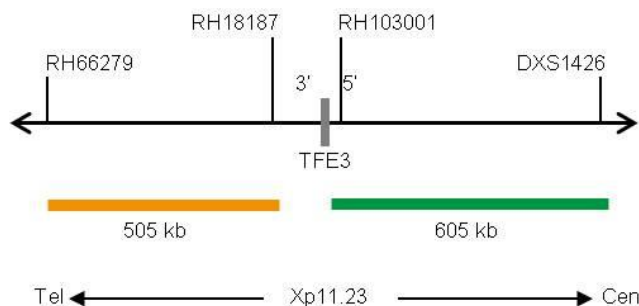

Fig. 1. SPEC TFE3 Mapa de la sonda (no está a escala)
- Polinucleótidos marcados en naranja (excitación a 547 nm/emisión a 572 nm) ZyOrange (~4,5 ng/μl), dirigidos a secuencias localizadas en Xp11.23* (chrX:48,287,169-48,792,674) distales a la región del punto de ruptura de TFE3 (ver Fig. 1).
- Polinucleótidos marcados en verde (excitación a 503 nm/emisión a 528 nm) ZyGreen (~10 ng/μl), dirigidos a secuencias localizadas en Xp11.23* (chrX:48,906,685-49,509,699) proximales a la región del punto de ruptura de TFE3 (ver Fig. 1).